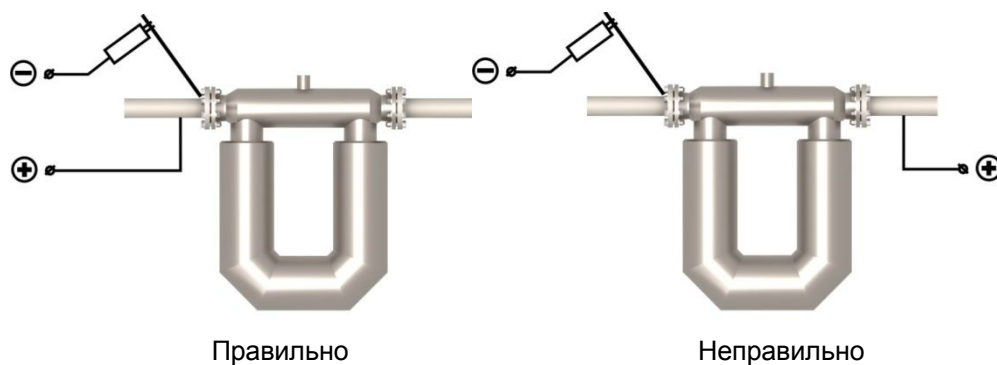

Рисунок 2.3 Подключение источника тока при электродуговой сварке с использованием расходомера
- при монтаже с использованием электродуговой сварки источник тока подсоединяется таким образом, чтобы сварочный ток не протекал через расходомер – см. рисунок 2.3.